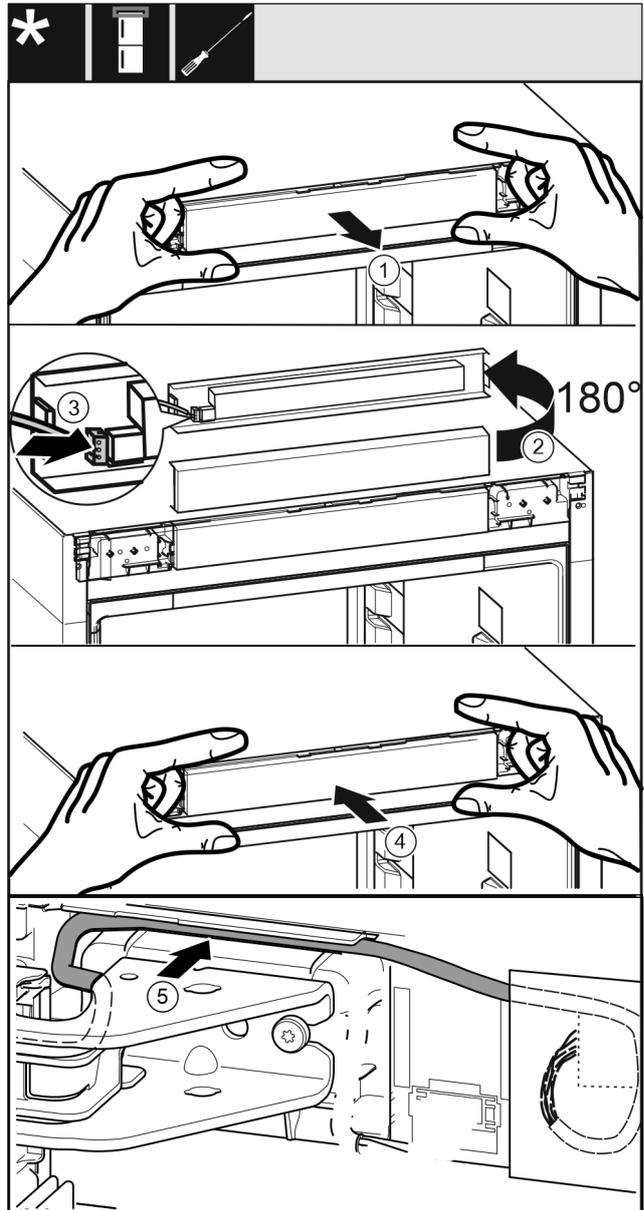

Fig. 33
- ▶ Bedienblende vorsichtig herausnehmen. Fig. 33 (1)
- ▶ Blende um 180° nach oben drehen. Fig. 33 (2)
- ▶ Stecker an der Bedienteilblende einrasten. Fig. 33 (3)
- ▶ Bedienblende wieder am Gerät einrasten. Fig. 33 (4)
- ▶ Graues Kabel vorsichtig in der Führung über dem oberen Lagerbock verlegen. Fig. 33 (5)